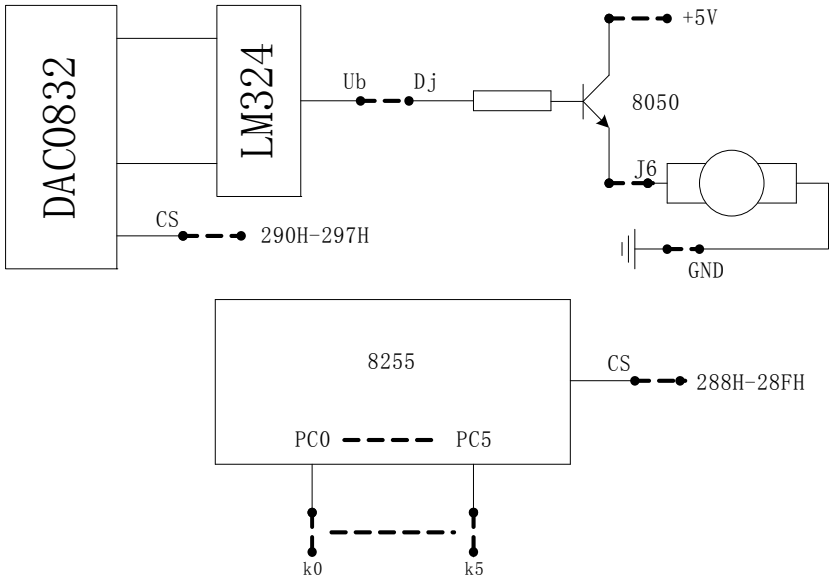

图4-20-1
- 1、按图4-20-1线路接线。DAC0832的CS接290H~297H，Ub接DJ插孔，8255 CS接288H~28FH。